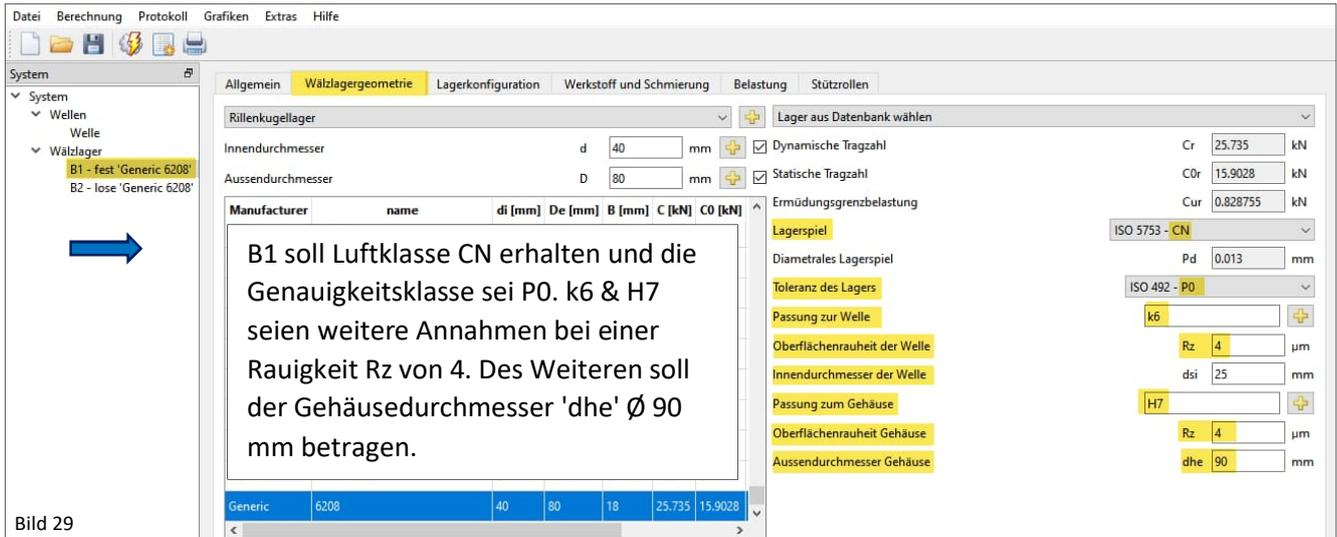
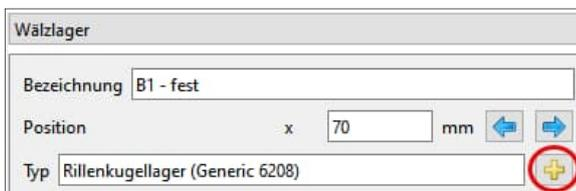
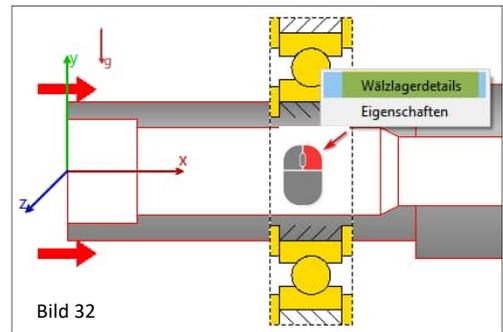

Bild 29
Bild 30
Bild 32
Gehen wir also zurück zu 'System'/'Wälzlager', in die Registerkarte 'Wälzlagergeometrie' (Bild 29) und geben diese Basis-Randbedingungen für beide Wälzlager ein. Das Lagerspiel (CN) betrachten wir zunächst noch nicht im Detail.
Oben dargestellte Wälzlager-Bearbeitungsfenster (Bild 29), kann alternativ auch über den '+' - Button in 'System'/'Wellen'/'Welle' unter Reiter 'Randbedingungen' (Bild 30), oder über das KontextMenü mit der rechten Maustaste direkt auf der grafischen Ausgabe (Bild 32) aufgerufen werden.